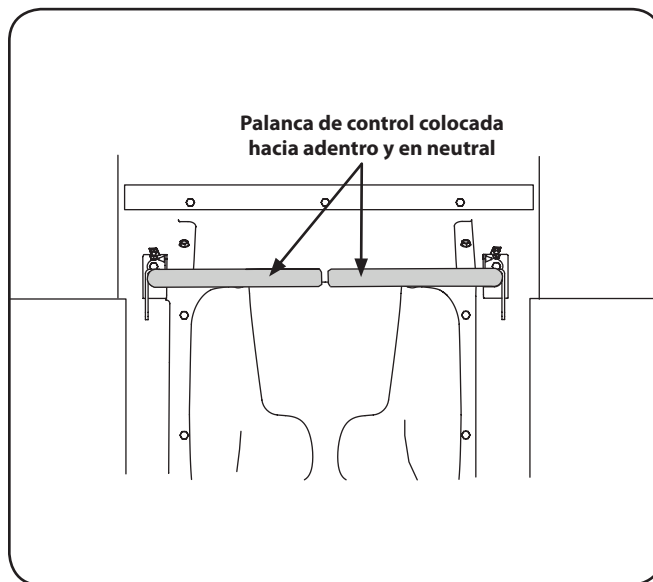

Figura 5-1
2. Coloque las palancas de control de transmisión derecha e izquierda hacia adentro, en posición neutral. Consulte la Figura 5-1.